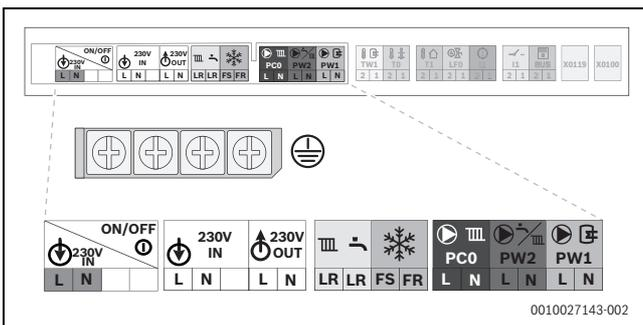

Bild 90 Netzspannungsbereich: Klemmleiste
- Kabel an der Klemmleiste für externes Zubehör (→ Bild 90 und Bild 91) anschließen.